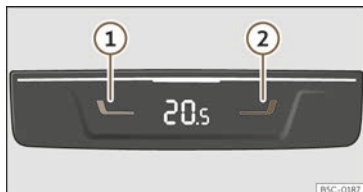

Abb. 112 In der Mittelkonsole hinten: Bedienelemente für die Mitfahrer auf den hinteren Sitzen.
- Drücken Sie die Tasten **1** und **2** >>> (Abb. 112), um die Temperatur für die hinteren Sitzplätze einzustellen.